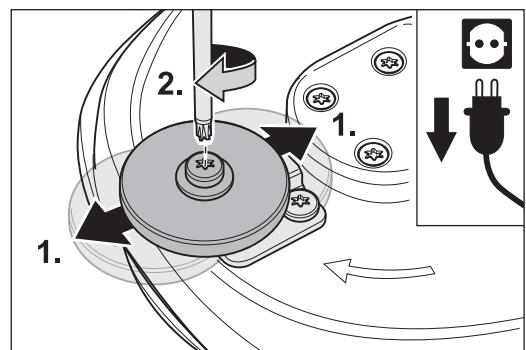

Abb. 63 Die Wandschutzrolle verschieben (1.) und die Schraube festziehen (2.).
- 4 Schieben Sie die Wandschutzrolle in die von Ihnen gewünschte Position (Abb. 63, 1.) und ziehen Sie die Schraube wieder fest (Abb. 63, 2.).